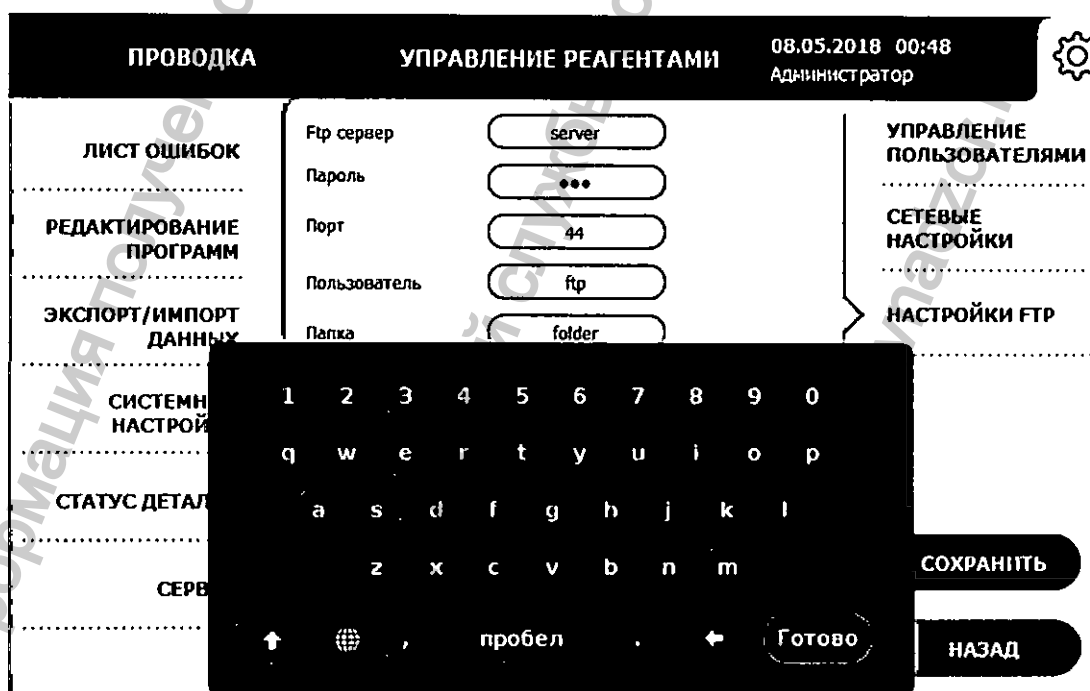

Рисунок 3.62. Ввод пароля для доступа к FTP-серверу
2. В поле **Пароль** введите пароль для доступа к FTP-серверу, используя экранную клавиатуру (рисунок 3.62). Для подтверждения ввода нажмите кнопку **Готово**.